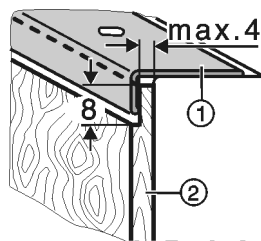

Fig. 41
- Dickere Dekorplatten Fig. 41 (2) nach Abbildung auf maximal 4 mm Dicke abstufen.